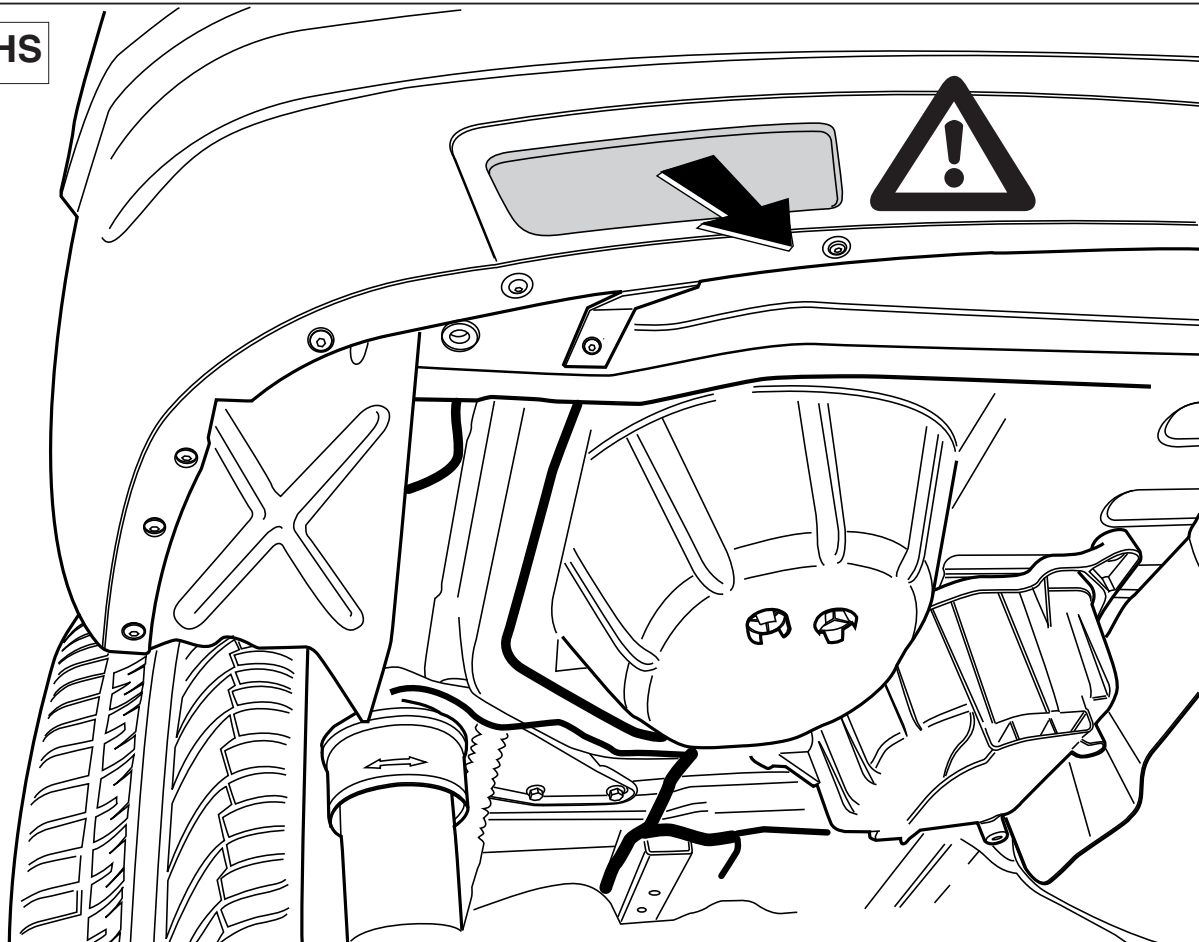

Fig.1
2. Частично снять противогрязевые щитки в надколесных дугах, чтобы облегчить доступ к рабочей зоне см. рис. 1.
1. Снять оба блока задних фар. см. рис. 1.
чтобы облегчить доступ к рабочей зоне (Вместе с болтами X) см. рис. 1.
10. Установить оба блока задних фар. см. рис. 1.